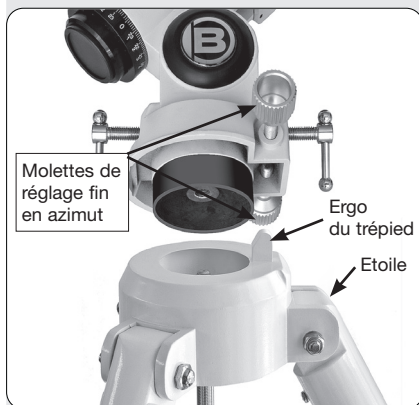

Fig. 5: fixation de la monture au sommet du trépied
4. Fixez la monture au sommet du trépied. Placez la monture de façon à ce que l'ergo situé au sommet de l'embase du trépied soit placé entre les molettes de réglage fin en azimut. Voir Fig. 5. Ces molettes de réglage fin doivent être assez dévissées pour permettre à l'ergo de se loger entre elles. La partie centrale basse de la monture doit être passé à travers l'orifice ménagé au sommet du trépied. Puis, serrez fermement la molette de située sous l'embase. Voir Fig. 5.